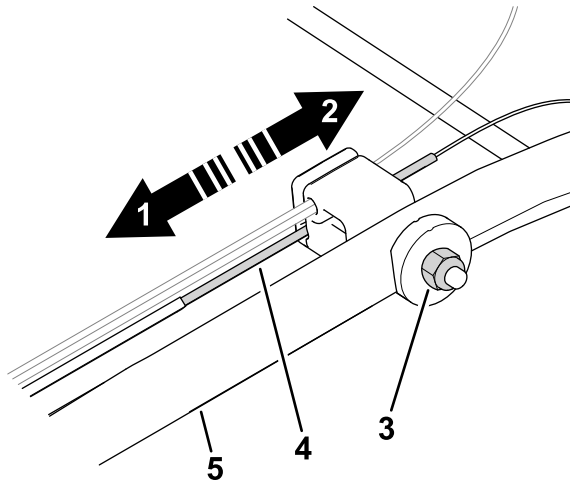

Bild 23
1. Drehen Sie die Einstellmutter nach links, um die Seileinstellung zu lösen (Bild 23).
2. Stellen Sie die Spannung des Zugs (Bild 23) ein, indem Sie ihn zurückziehen oder nach vorne drücken und dann in dieser Stellung arretieren.